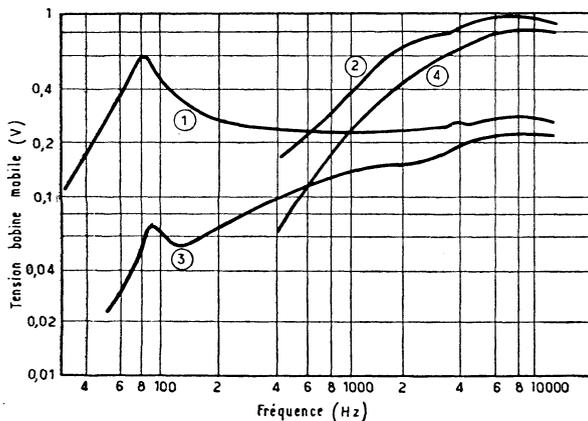

Fig. 4. — Courbes traduisant l'action du potentiomètre de dosage de graves du récepteur « Olympia 574 W/L ». Entrée constante : 6 mV.
L'action du potentiomètre R 1 se traduit par les quatre courbes de la figure 4, où les courbes (1) et (2) représentent le niveau général (graves et aiguës) lorsque R 1 est au maximum de graves. Les courbes (3) et (4) représentent ce que devient le niveau de graves et d'aiguës lorsque R 1 est au minimum de graves, c'est-à-dire entièrement en circuit. On voit que l'action de ce potentiomètre sur le niveau d'aiguës est très peu marquée.